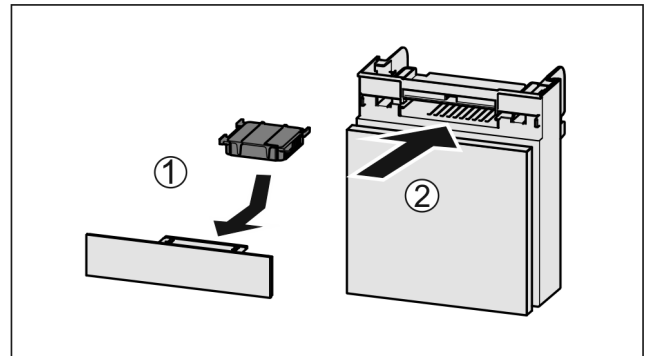

Fig. 81
- ▶ Insérer le filtre à charbon actif d'après le schéma Fig. 81 (1).
- ▶ Insérer le compartiment Fig. 81 (2).